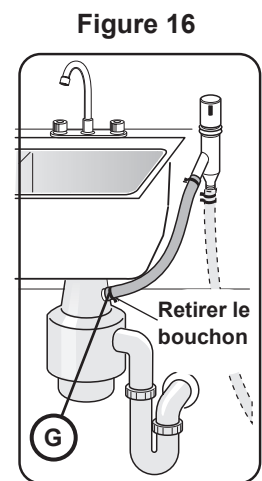

Figure 16
- 4 Sur le raccordement de vidange de lave-vaisselle d'un broyeur via un dispositif de coupure anti-retour, comme l'indique la **Figure 16**.